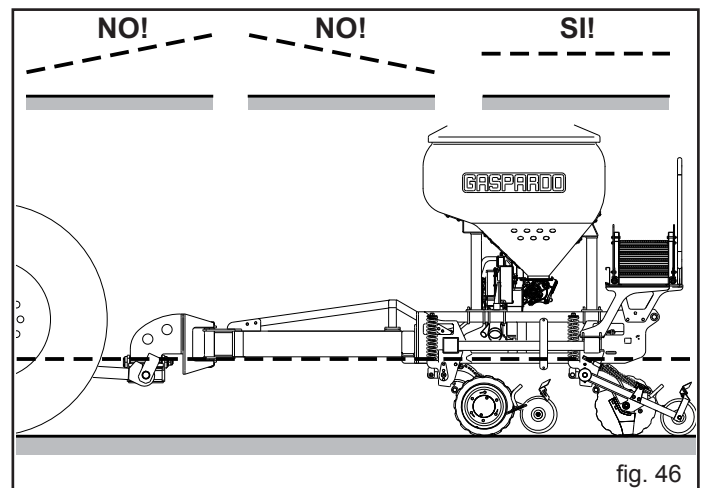

fig. 46
- 5) Asigurați-vă că mașina lucrează cu cadrul orizontal (Fig. 46); doar în această poziție încărcătura mașinii este distribuită uniform pe cele două serii de elemente semănătoare.